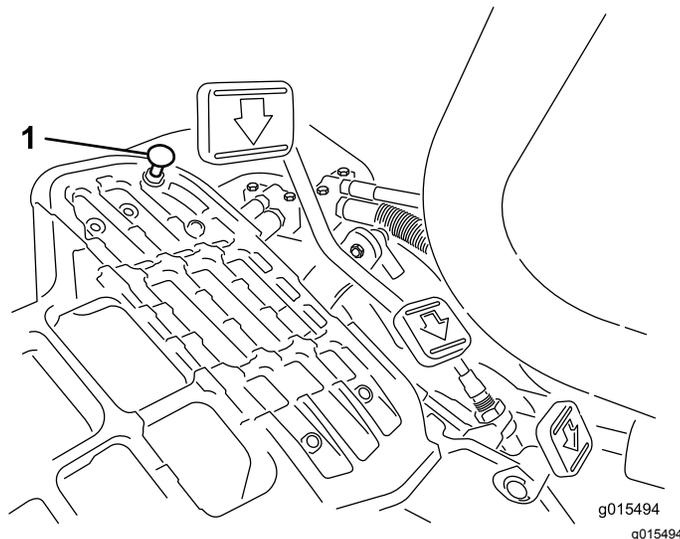

Рисунок 33
Для получения максимальной транспортной скорости переведите рычаг функционального управления в положение ТРАНСПОРТИРОВКА и нажмите на педаль тяги. Если педаль касается упора (**Рисунок 33**) до того, как на тросике начинает ощущаться натяжение, выполните следующую регулировку:
1. Переведите рычаг функционального управления в положение ТРАНСПОРТИРОВКА и ослабьте контргайку крепления упора педали к полу (**Рисунок 33**).